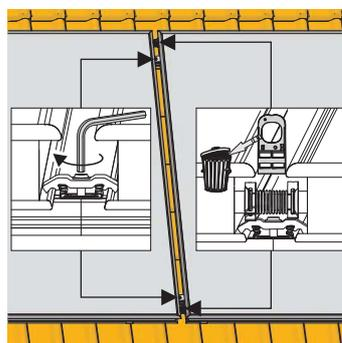

Fig. 3-30 Sfilare il manicotto
8. Avvitare saldamente le piastrine di bloccaggio doppie (fig. 3-30).
9. Sfilare il manicotto (fig. 3-30).